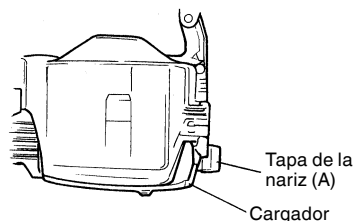

Fig. 14
- (2) Guardado de la tapa de la nariz. Coloque la tapa de la nariz en el espacio situado detrás del cargador. (Fig. 14)